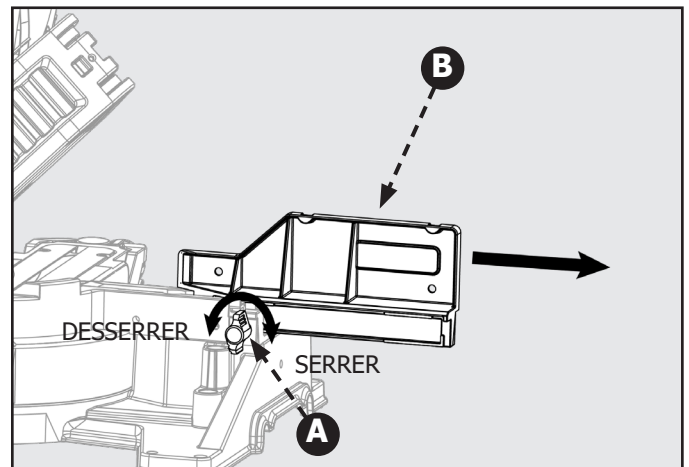

Figure 27
1. Desserrez la manette de verrouillage du guide (A). Faites glisser le guide supérieur (réglable) complètement en dehors de son rail et placez-le latéralement. Voir figure 27.